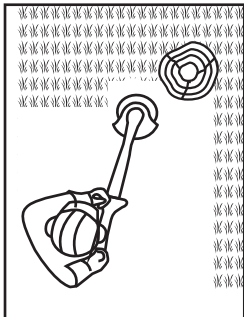

Fig. 21
4. Tire del protector de plantas (13) para evitar que el dispositivo de corte entre en contacto con objetos duros como paredes y bordillos (Figs. 21 y 22).